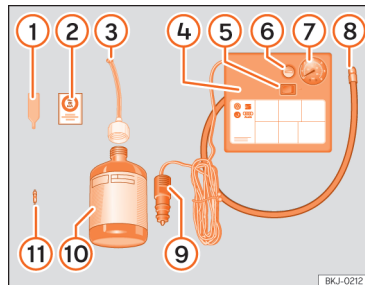

Fig. 193 Representação standard: conteúdo do kit antifuros.
O kit antifuros está localizado na bagageira, por baixo do revestimento do piso. Inclui os seguintes componentes »» **Fig. 193:**
- Desenrosque a proteção e o obus da válvula do pneu. Utilize o aparelho »» Fig. 193 ① para retirar o obus. Coloque-o numa superfície limpa.
- Agite com força a garrafa de vedante de pneus »» Fig. 193 ⑩.
- Enrosque o tubo de enchimento »» Fig. 193 ③ na garrafa de vedante. O selo da garrafa partir-se-á automaticamente.
- Remova o tampão do tubo de enchimento »» Fig. 193 ③ e enrosque a extremidade aberta do tubo na válvula do pneu.
- Volte a colocar o obus com o aparelho »» Fig. 193 ① na válvula do pneu.
- Enrosque o tubo de enchimento do pneu do compressor »» Fig. 193 ⑧ na válvula do pneu.
- Verifique se o parafuso de evacuação de ar está fechado »» Fig. 193 ⑥.
- Ligue o conector »» Fig. 193 ⑨ a uma tomada de corrente de 12 volts do veículo »» Página 189.
- Ligue o compressor de ar com o interruptor ON/OFF »» Fig. 193 ⑤.
- Cole o autocolante »» Fig. 193 ② no painel de instrumentos, dentro do campo visual do condutor.
»» **Fig. 193**  e verifique a pressão no manómetro .